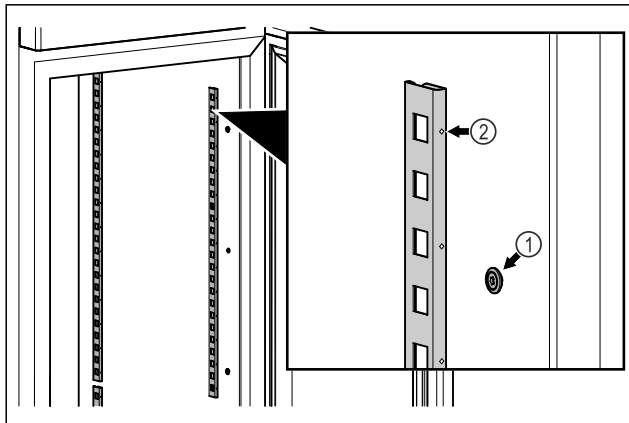

Fig. 48 Simbolična slika
- ▶ Zagozdne letve obesite na Fig. 48 (1) obešalni element. Oznaka Fig. 48 (2) mora biti obrnjena naprej.